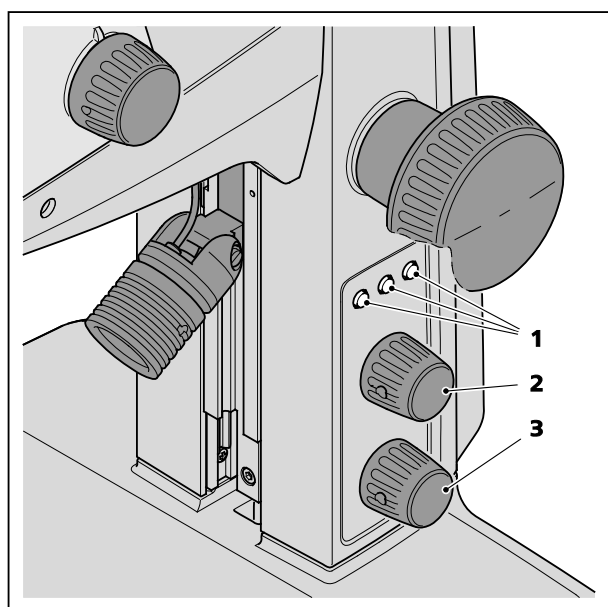

Figure 6 Utilisation des touches d'enregistrement
Le statif M LED dispose de trois touches d'enregistrement (Figure 6/1) afin de conserver différents états d'éclairage et de pouvoir commuter rapidement entre les divers éclairages (épiscopique, diascopique et mixte).
- activer les éclairages souhaités (épiscopique et/ou diascopique) en appuyant sur le bouton rotatif supérieur (Figure 6/2) ou sur le bouton rotatif inférieur (Figure 6/3).
- Régler l'intensité d'éclairage de la lumière en appuyant sur le bouton rotatif supérieur (Figure 6/2) ou sur le bouton rotatif inférieur (Figure 6/3).
- Appuyer pendant 3 secondes sur la touche d'enregistrement souhaitée (Figure 6/1). Les 3 touches s'éclairent lorsque l'enregistrement est terminé.